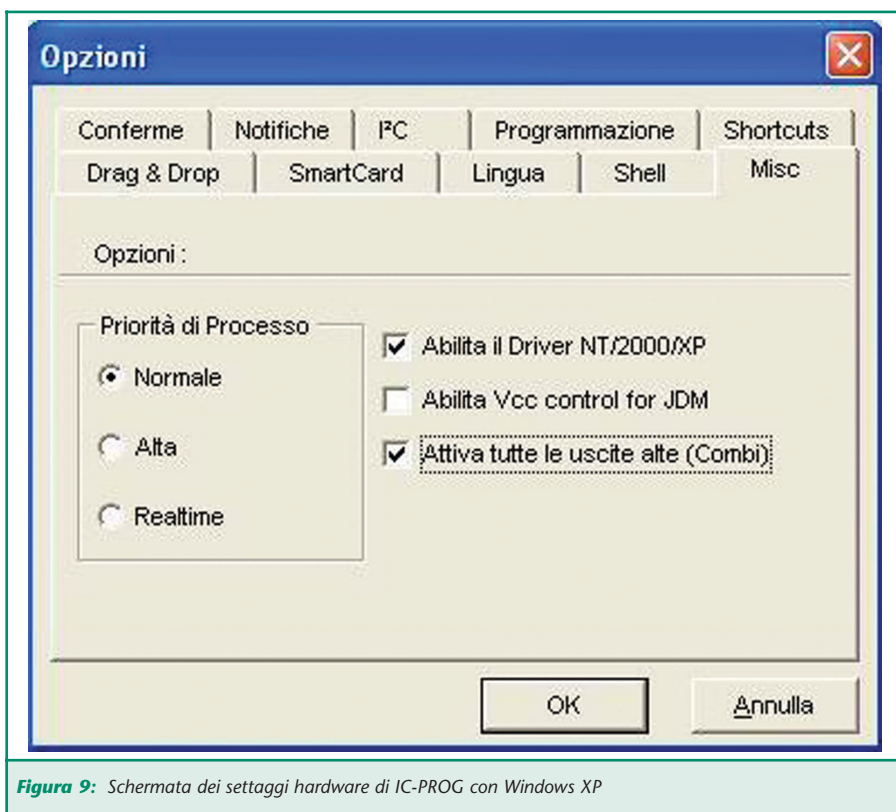

Figura 9: Schermata dei settaggi hardware di IC-PROG con Windows XP
- 5) Lanciato il programma, si seleziona "OPZIONI" dal menù "SETTAGGI", quindi si seleziona l'etichetta "MISC" e si configura come mostrato in figura 9.